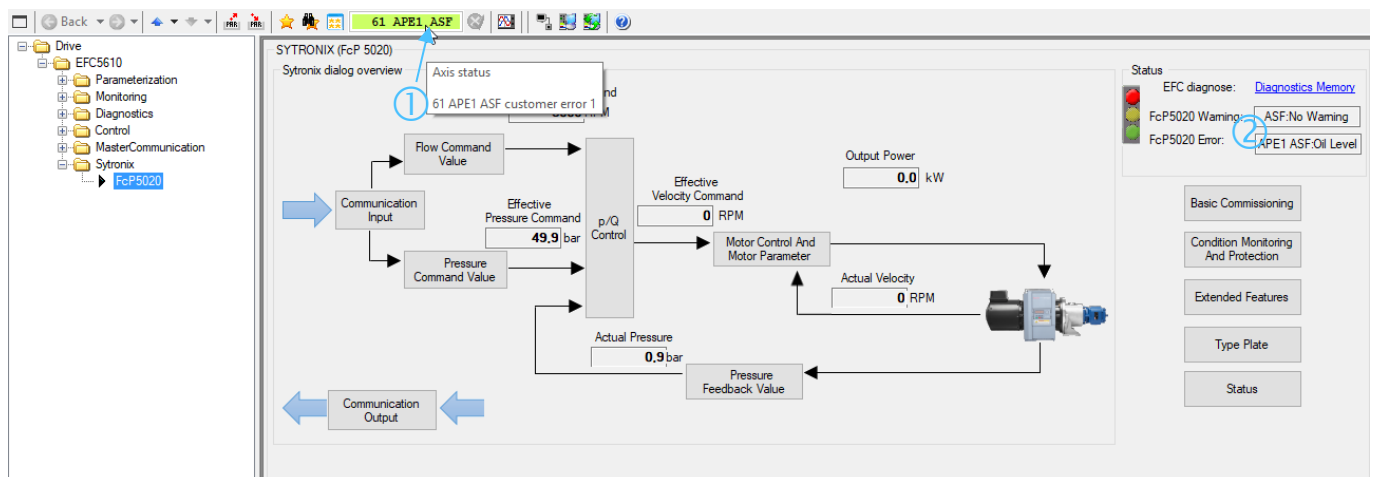

图 69: 诊断
2. 检查诊断消息（请参见 图 69: 诊断）。
- 轴状态（转换器状态）①
- FcP 5020 (ASF) 状态 ②